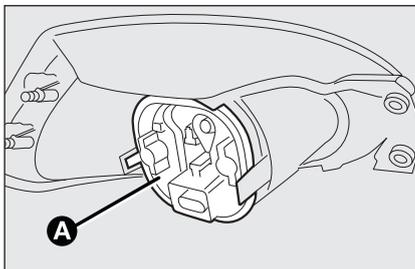

fig. 29
- desconecte el conector eléctrico y quite, interviniendo en las aletas de retención, la tapa de protección **A-fig. 29**; sustituya la lámpara.